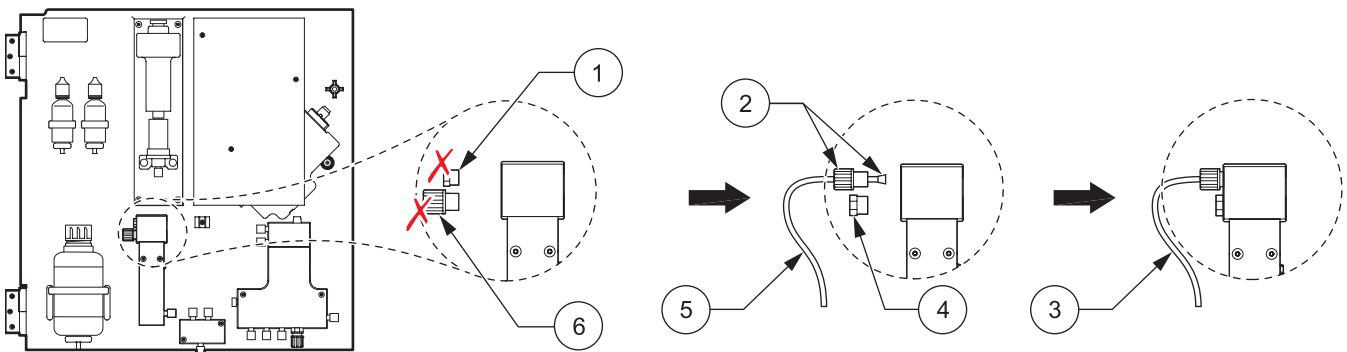

图 21 2 参数选项配置
请参考图 21 并按照说明连接 2 参数配置。
1. 从溢流容器的顶孔上拆下小的绝缘塞（项目 1，图 21）。从溢流容器的底孔上拆下大的连接装置（项目 6）。丢弃塞子和连接装置。